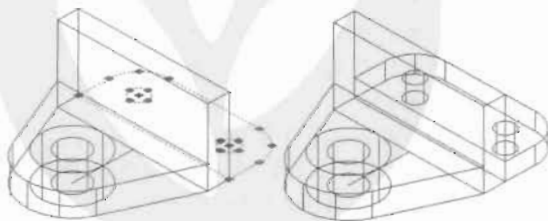

图 15-84
(6) 选择如图 15-84 所示的图形, 将其拉伸 6 个单位的高度, 如图 15-84 (右) 所示, 命令执行过程如下。